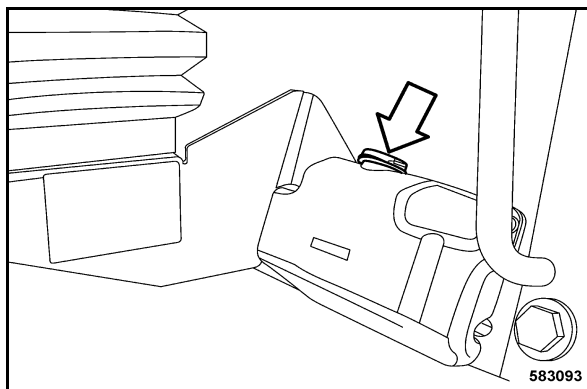

Fig. 198
- Vérifier le niveau du liquide dans le récipient (Fig. 198) et si besoin, le remplir.